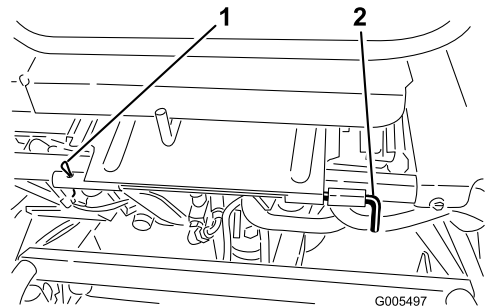

Figura 37
3. Baje el asiento y retire el pasador que fija la varilla de pivote del asiento al bastidor (Figura 37).